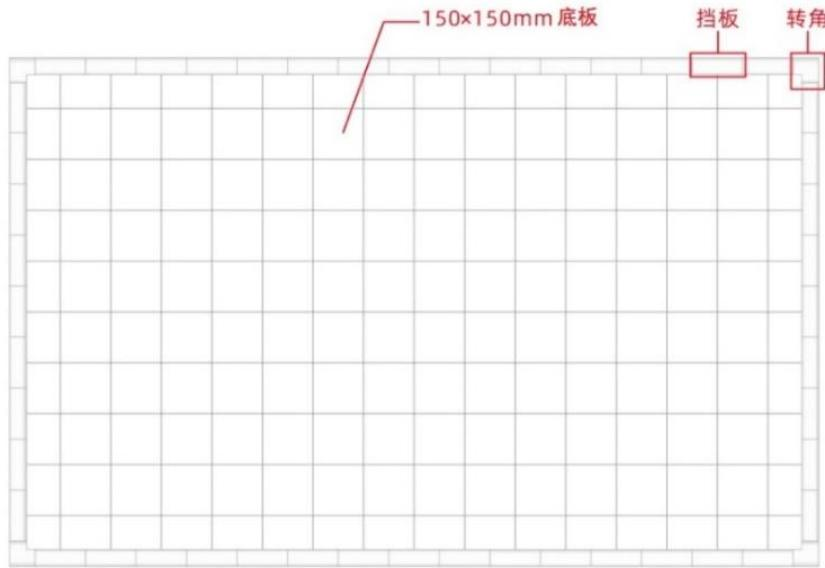

图 3 拼接式赛台
2.1.2 为提高参赛选手的应变能力，正式比赛场地会有随机性变化。赛台外边长 $2400\text{mm} \sim 3000\text{mm}$ 、宽 $1500\text{mm} \sim 2100\text{mm}$ ，以赛前公布的尺寸为准。图 3 是一个 $2400\text{mm} \times 1500\text{mm}$ 拼接赛台的实例。